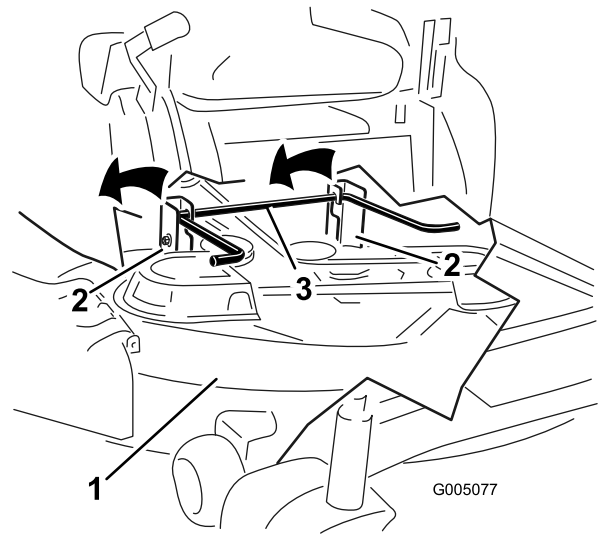

Figure 58
- Soulevez et déposez le tablier de coupe et les supports de la tige de levage arrière et abaissez le tablier au sol avec précaution (Figure 58).
- Soulevez l'arrière du tablier de coupe et guidez les supports sur la tige de levage arrière (Figure 58).